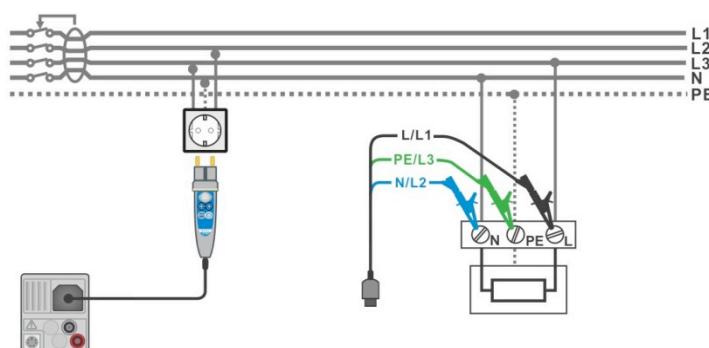

Рисунок 7.32: Подключение щупа «commander» и 3-х проводного измерительного кабеля.
- › Подключите измерительный кабель или щуп «Commander» к испытываемому объекту, см. **Рисунок 7.32: Подключение щупа «commander» и 3-х проводного измерительного кабеля.**